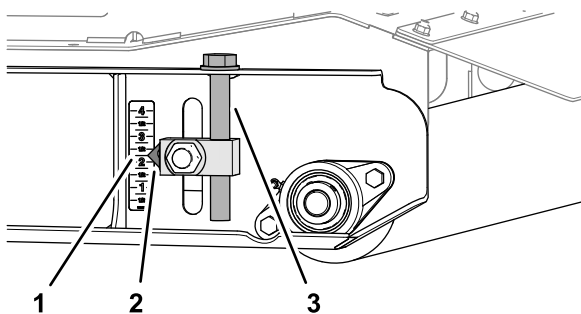

**Figura 78**
- Desaperte os parafusos com cabeça flangeada que fixam os 2 indicadores para o bloco ajustador da altura de corte, alinhe os indicadores com a marca de 2 pol. no autocolante e aperte os parafusos (Figura 78).